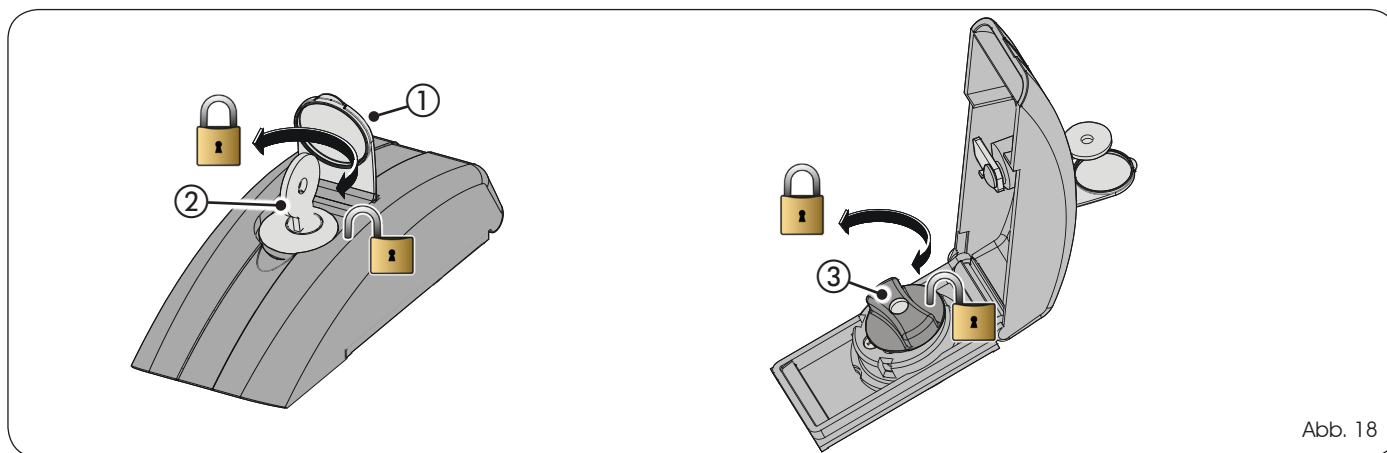

Abb. 18
1) Hierzu muss der Deckel (Abb. 18, Bez. ①) geöffnet und der mitgelieferte Schlüssel in das Schloss (Abb. 18, Bez. ②) gesteckt werden.
3) Den Entriegelungsknopf (Abb. 18, Bez. ③) bis zum Anschlag gegen den Uhrzeigersinn drehen.